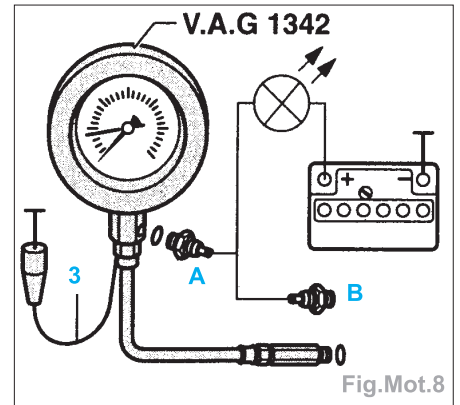

Fig.Mot.8
- Outils nécessaires (Fig.Mot.8) :
- Déposer le contacteur de pression d'huile **0,3 bar** (marron) ou le contacteur de pression **0,25 bar** (bleu) et le visser dans l'appareil de contrôle (Fig.Mot.8).